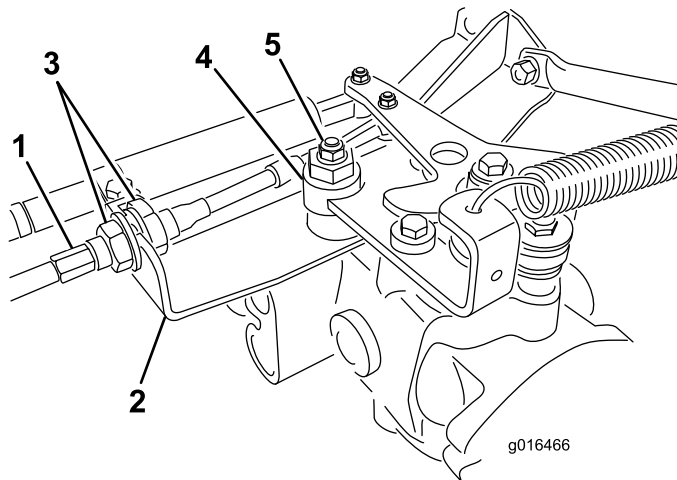

Figura 42
- A. Afloje las dos contratuercas que fijan el cable de control de tracción a la escuadra del hidrostato (Figura 42). Asegúrese de aflojar ambas contratuercas uniformemente, y lo suficiente como para permitir el ajuste.
Nota: Afloje la tuerca que sujeta el excéntrico a la parte superior del hidrostato (Figura 42).
- E. Cuando la rueda deje de girar, apriete la tuerca para bloquear el excéntrico y el ajuste (Figura 42).
- G. Desde cada lado de la escuadra, apriete las contratuercas uniformemente, fijando el cable de tracción a la escuadra (Figura 42). No tuerza el cable.